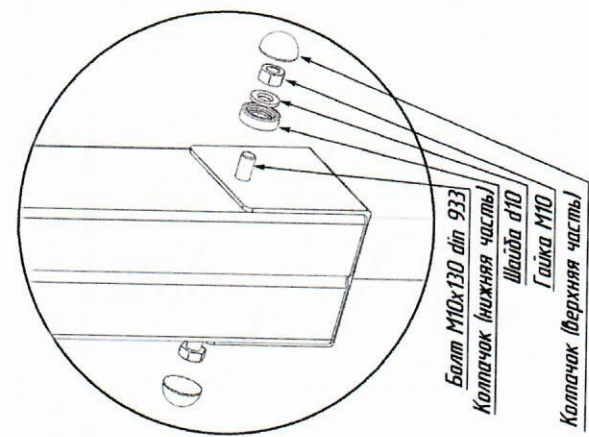

Рис. 5
3.1. На деревянные столбы (кроме 1 и 2) надеть металлические П-образные основания и прикрутить их болтами М10х130 + шайба + гайка + пл. колпачок (рис.5,6).